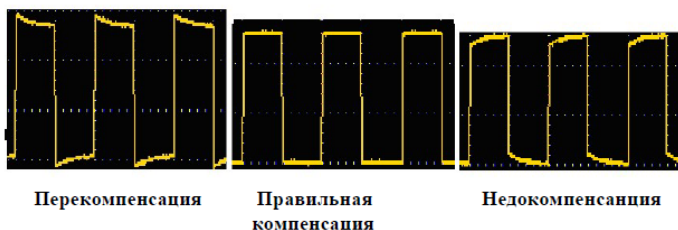
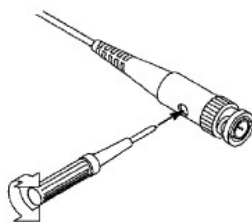

Рисунок 4-7 Варианты осциллограммы при компенсации пробника
Рисунок 4-8 Регулировка пробника для компенсации
2. Оцените форму волны и регулируйте пробник до тех пор, пока не будет достигнута правильная компенсация (см. Рисунок 4-7 и Рисунок 4-8).